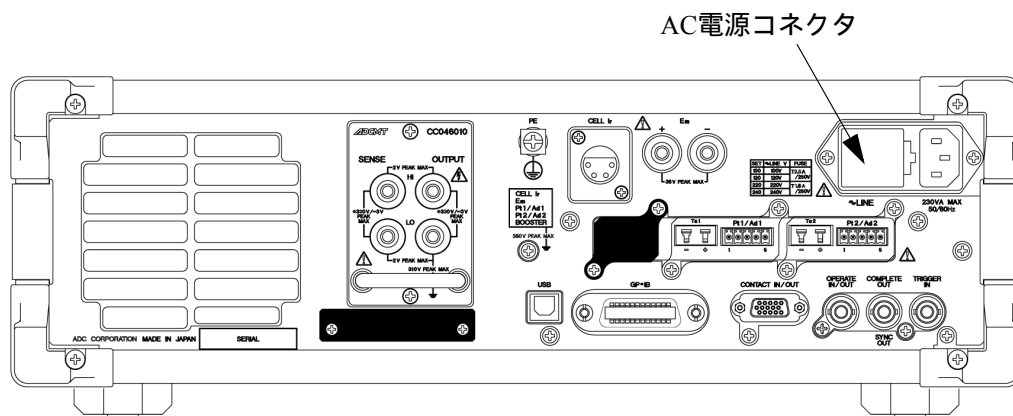

図 1-8 電源ケーブルの接続
2. 本器背面パネルの AC 電源コネクタと、保護接地端子を備えた 3 極電源コンセントを付属の電源ケーブルで接続します（図 1-8 電源ケーブルの接続を参照）。
3. 電源ケーブルをコンセントに接続します（図 1-8 電源ケーブルの接続参照）。